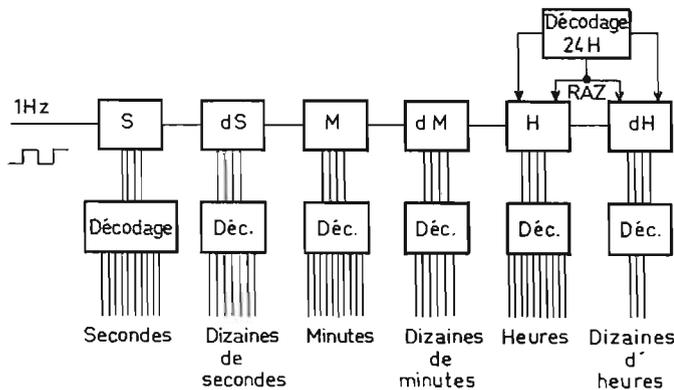

Fig. 1
1. Horloge : schéma synoptique (Fig. 1).